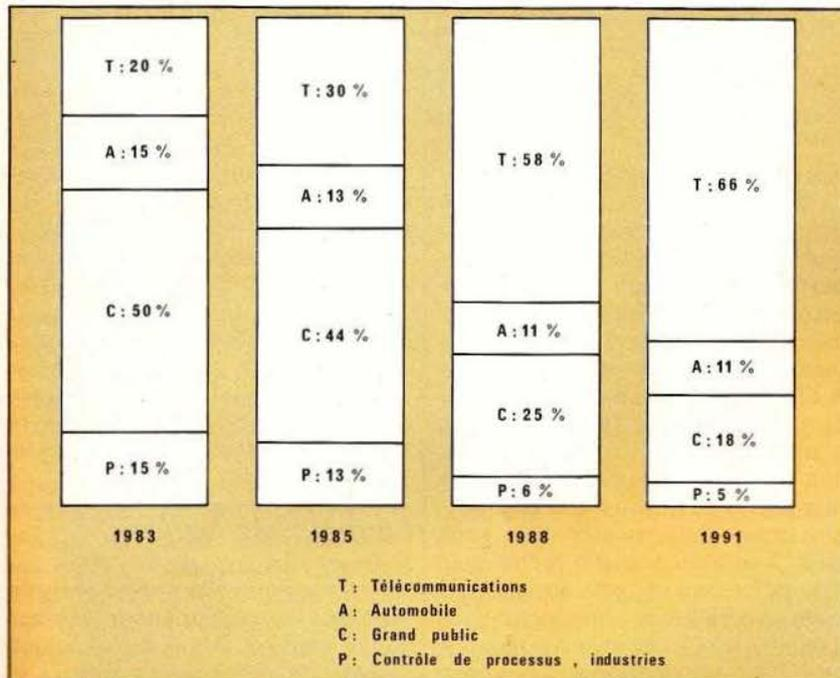

Fig. 1. Le marché à venir de la synthèse vocale (doc. T.I.).
- A titre indicatif, on trouvera en figure 1 un tableau établi par Texas Instruments qui représente l'évolution prévue du marché de synthèse de la parole dans les quelques années à venir.